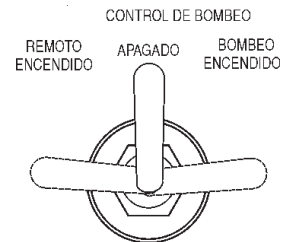

Figura 22. Interruptor de control de bombeo (ON/ ENCENDIDO)
9. Para comenzar a bombear el concreto. Coloque el interruptor del control de bombeo (Figura 22) en la posición **ENCENDIDO/ON**.